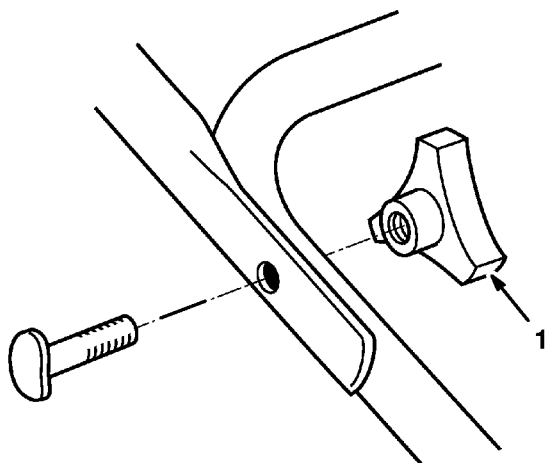

Figure 45
- Enlever la molette droite et la remettre à l'extérieur du guidon (Fig. 45 et 46).